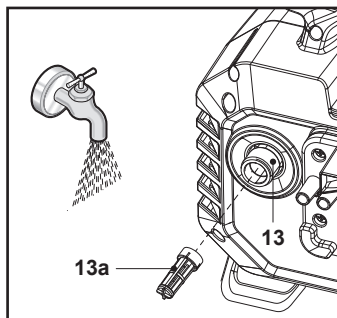

Fig. 16
2. Retirer le filtre (13a) du raccord d'arrivée d'eau (13) et le rincer à l'eau du robinet pour éliminer tout corps étranger (Fig. 16). Réinstaller le filtre (13a).